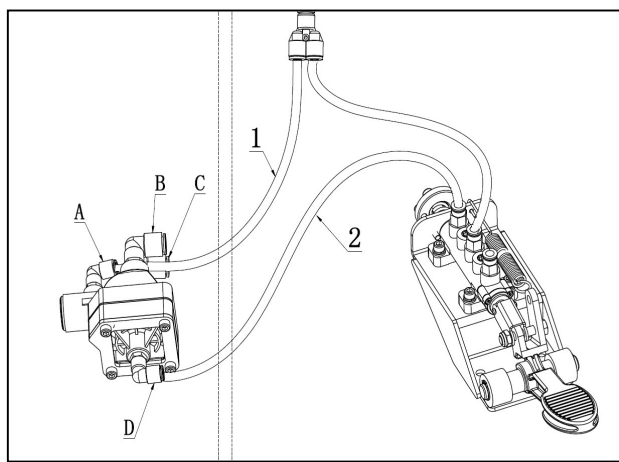

図 5
- エアータンク下の排気弁(図 3-25)に 4 つのホースを接続します。2 つの 12mm ホースは、コネクタ (図 5-B と図 5-C) に任意に接続します。他の 2 つの 8mm ホースは、コネクタ (図 5-A と図 5-D)) に接続します。